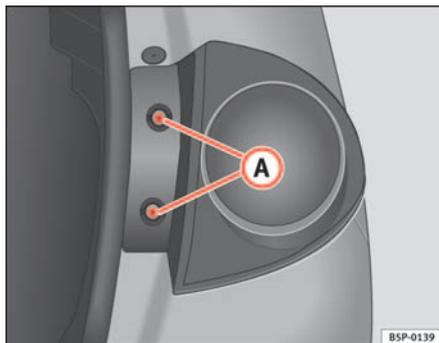

Fig. 181 Feu de position/feu de stop
- Retirez les vis ⇒ fig. 181 **A**